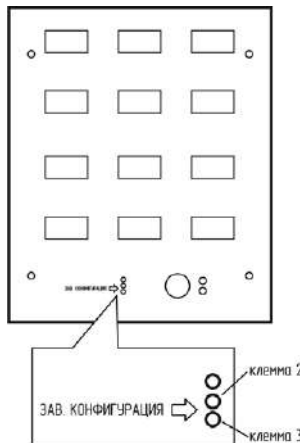

Рис. 5.3. Клеммы для установки перемычки на модуле индикации
Заводская конфигурация находится в ПЗУ и может быть активирована установкой джампера (перемычки) на клеммы 2 и 3 внизу на модуле индикации после снятия передней панели Устройства (рис. 5.3).
2. Установить перемычку в клеммы 2 и 3 модуля индикации (рис. 5.3).